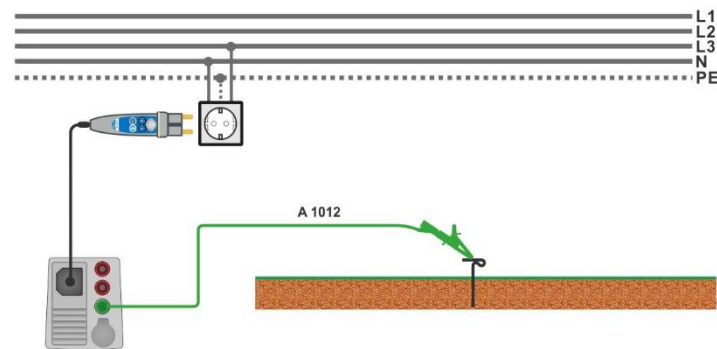

Abbildung 7.42: Anschluss für die Uc(P) Messung
- › Schließen Sie die Prüflleitung an den P/S - Anschluss und an den externen geerdeten Punkt an (optional), siehe **Abbildung 7.42**.